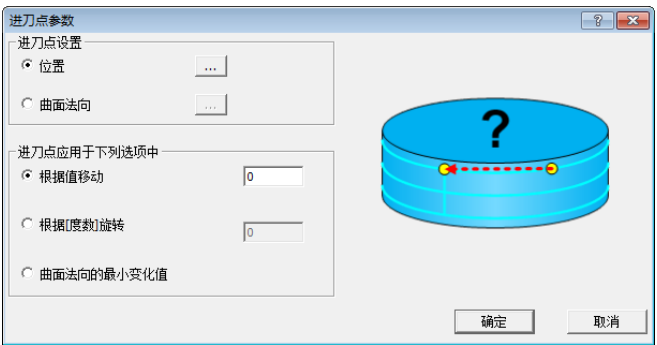

图 5-186 “进刀点参数”对话框（3）
- 勾选“进刀点”复选框，单击该按钮，弹出“进刀点参数”对话框（3），如图 5-186 所示。